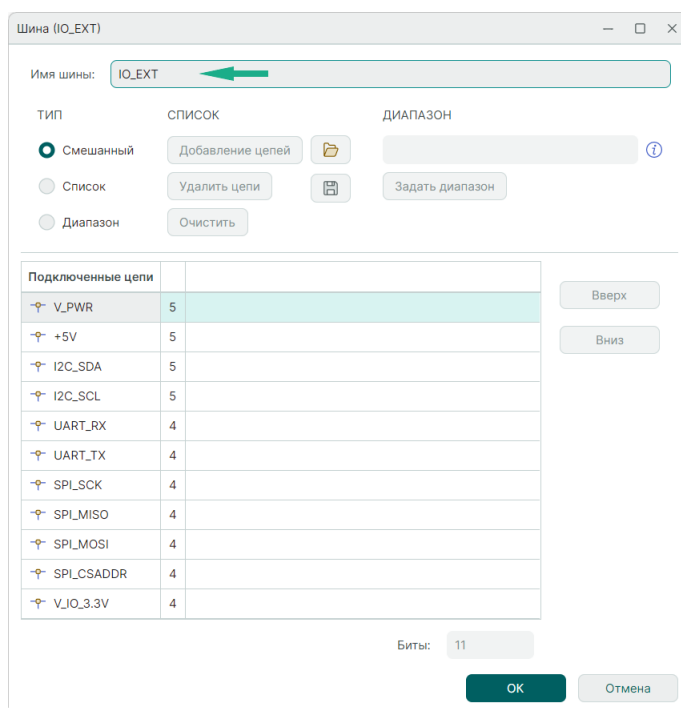

Рис. 124 Переименование шины в окне «Шина»
- Из контекстного меню шины. Для этого в контекстном меню выберите пункт «Цепи» и в появившемся окне «Шина» введите новое имя в строке «Имя шины», см. Рис. 124.